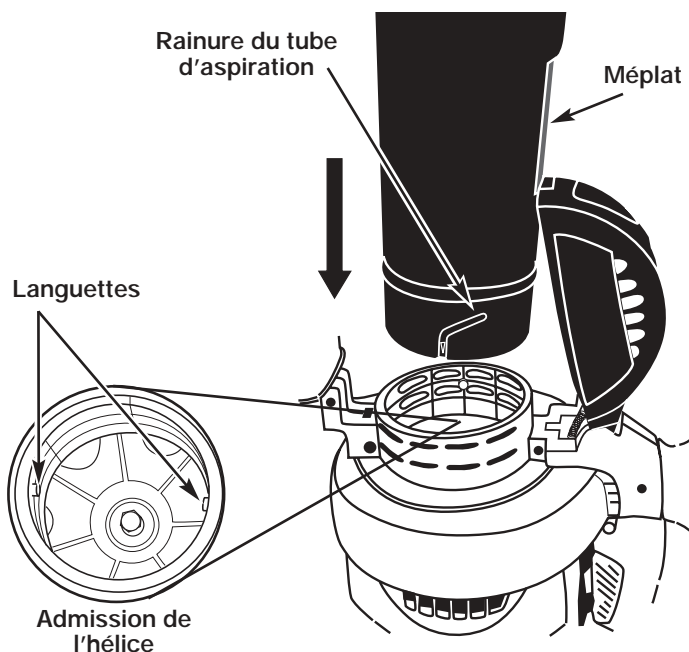

Fig. 5
5. Tandis que vous gardez la porte d'aspiration ouverte, trouvez le tube d'aspiration assemblé (assemblé dans l'étape 2). Positionnez le tube pour que la surface soit en face de la porte d'aspiration. Les rainures sur le côté du tube s'aligneront avec les petites pattes dans l'admission de l'hélice (Fig. 5). De l'extérieur, alignez la petite flèche sur le tube d'aspiration avec le point sur l'admission de l'hélice.